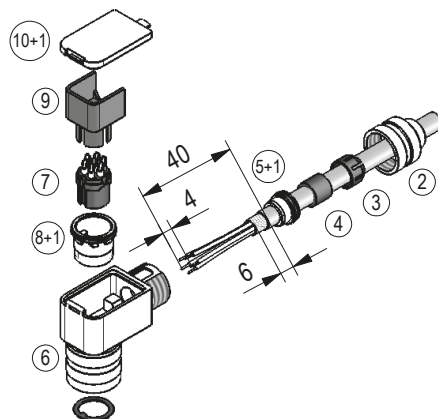
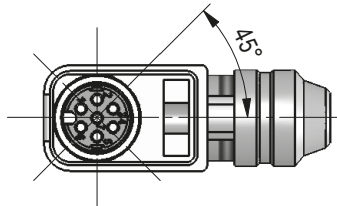

Abb. 16: Gegenstecker M16 gewinkelt
Abb. 17: Winkelstellungen
#### Montage (Abb. 16)
**Ändern der Winkelstellung (Abb. 16 + Abb. 17)****ACHTUNG**